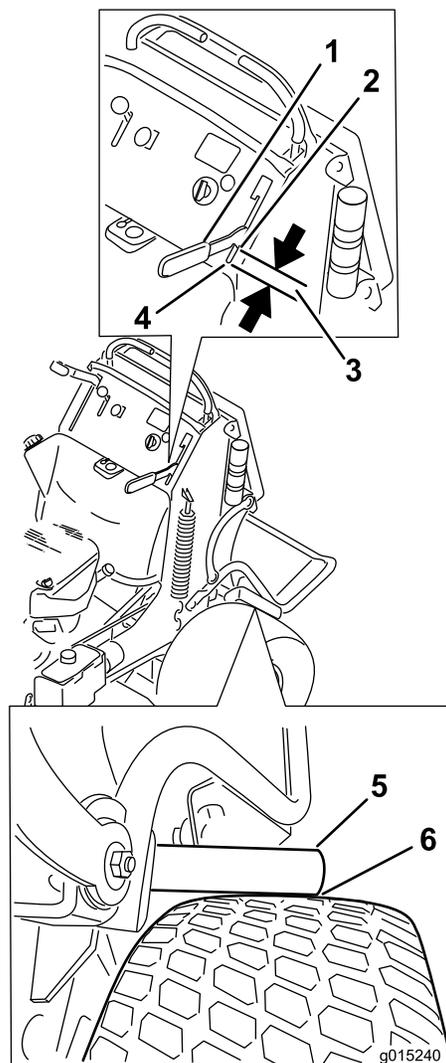

Bild 62
4. Aktivieren Sie den Bremshebel, bis die Bremsbügel gerade den Reifen berührt (Bild 62).
5. Messen Sie den Abstand von der Vorderkante des Handhebels bis zum Ende des Schlitzes am Armaturenbrett, wenn der Bremsbügel den Reifen berührt. Der Abstand muss 19 mm sein. Stellen Sie die Bremse ggf. ein (Bild 62).